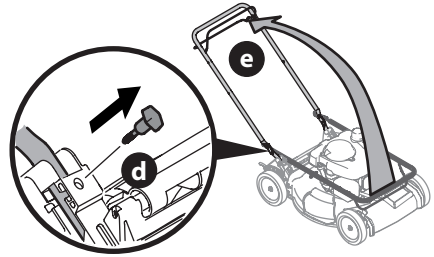

Figura 2
2. Extraiga los pernos T (d) de los soportes de la manija (Figura 2).
3. Mientras estabiliza la cortadora de césped para que no se mueva, gire la manija superior (e) hacia arriba (Figura 2). No presione los cables del control de la transmisión o de la cuchilla mientras levanta la manija.